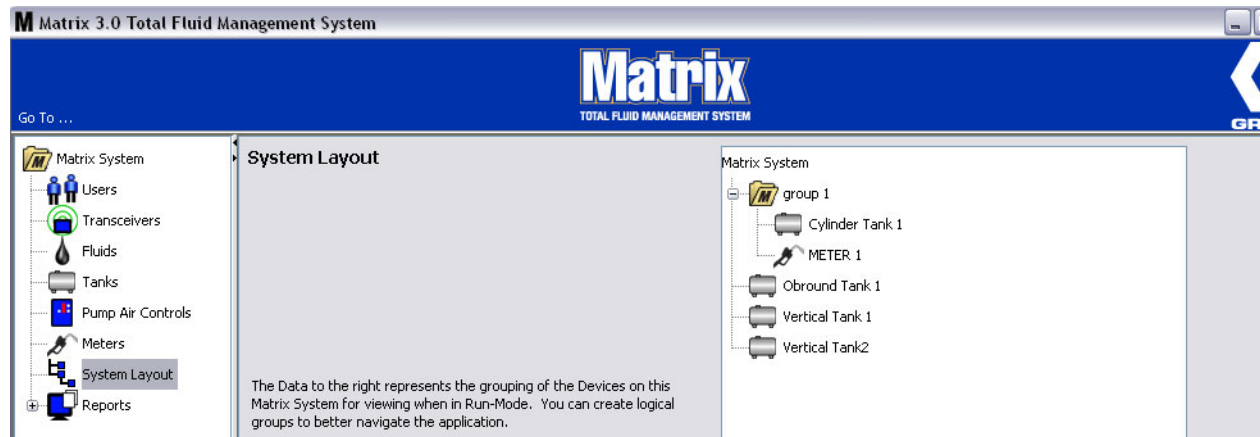

FIG. 98
11. Cuando haya terminado de crear o modificar carpetas de grupo, haga clic en Aceptar para cerrar la pantalla y guardar los cambios. El grupo o grupos que haya creado se muestran en la columna Sistema Matrix (Fig. 98).